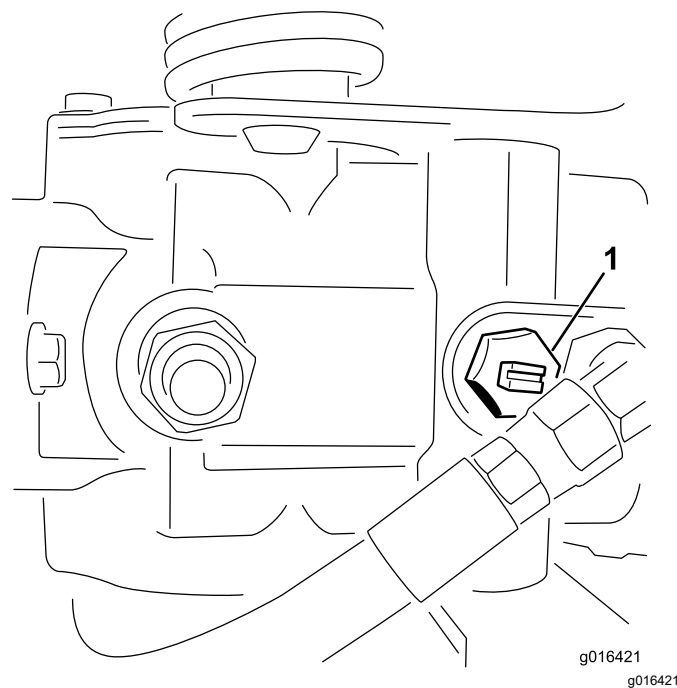

Figura 24
1. Localizai supapa de bypass pe pompă i efectuai 2 rotiri complete în sens invers acelor de ceasornic (Figura 24).
2. Înainte de a porni motorul, închidei supapa de bypass prin 2 rotiri complete în sensul acelor de ceasornic (Figura 24).